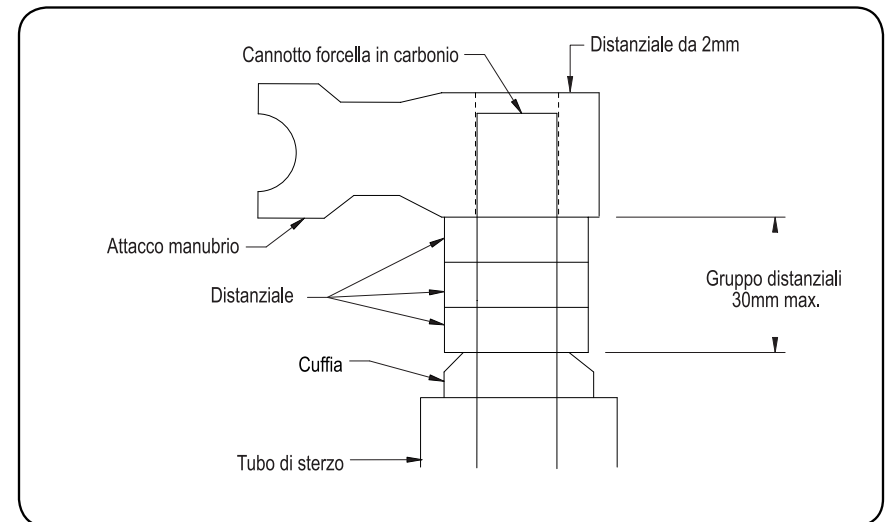

Fig. 1
2. Installare un distanziale da 2mm al di sopra dell'attacco manubrio per consentire la corretta regolazione dello sterzo. Non superare l'altezza massima di 30mm quando si installano i distanziali (**Fig. 1**).